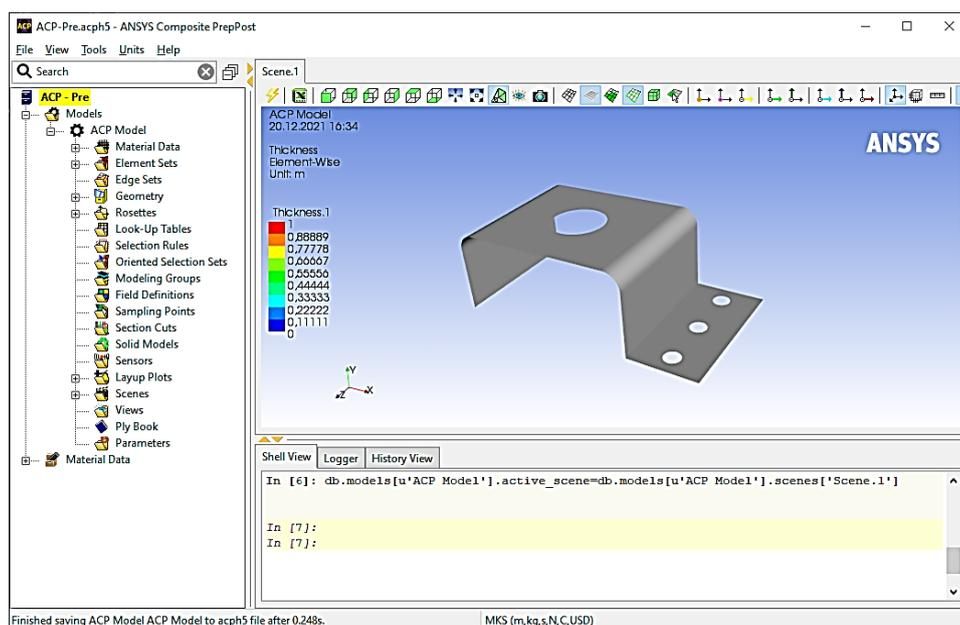

Рис. 18. Окно ANSYS Composite PrepPost
13.1. В окне *Workbench* дважды нажимаем на *Setup* в блоке *ACP (Pre)*. После этого перед нами появится окно, представленное на рис. 18.